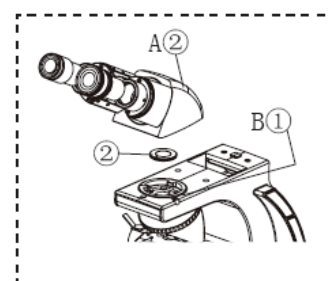

Fig. 19
4.2 Simplificarea observării luminii polarizate (Fig.19, 20 și 24)
- Folosind șurubelnița Allen, slăbiți șuruburile de prindere ale tubului de observare (B01 în Fig.19) pe suportul tubului de observare și scoateți tubul de observare (A② în Fig.19).
- Țineți polarizatorul (② în Fig.19), introduceți știftul de poziționare a polarizatorului în întregime în secțiunea pinului montantului tubului de observare. Asigurați-vă că polarizatorul plasat bine și uniform în suportul tubului de observare.